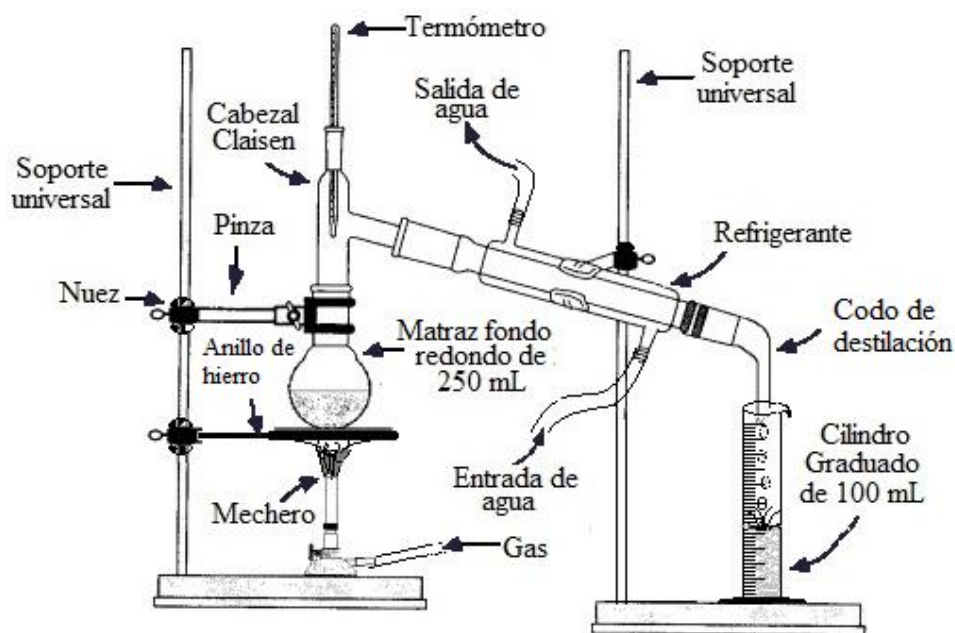

Figura 1.- Aparato de destilación simple.
En la destilación simple se utiliza el aparato representado en la figura 1, montado sobre dos soportes; consta de un matraz fondo que descansa sobre una rejilla metálica con asbesto que está sobre un aro metálico, el matraz de destilación va unido a un cabezal de destilación provisto de un termómetro, luego a un refrigerante por la que circula agua en contracorriente. Finalmente el extremo inferior del refrigerante se une al codo de destilación que conduce el destilado al cilindro colector.
Durante la destilación el extremo superior del bulbo termométrico debe quedar justamente a la altura de la horizontal que pasa por la parte inferior del cabezal de destilación ver figura 1, de tal forma que todo el bulbo sea bañado por el vapor que asciende. La destilación debe hacerse con lentitud pero sin interrupciones, manteniendo para ello el calentamiento adecuado.
1.- Arme el aparato de acuerdo a la figura 1. En el matraz de destilación de 250 ml coloque 100 mL de la mezcla de agua-acetona suministrada, agregue 2 ó 3 piedras de ebullición.